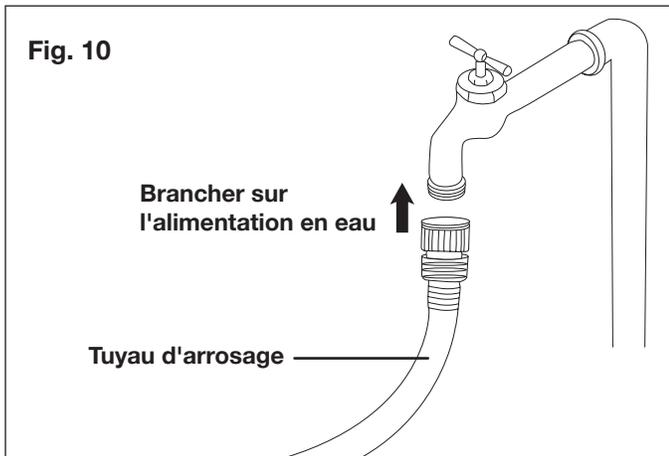

Fig. 10
10. Branchez le tuyau d'arrosage sur l'alimentation en eau (Fig. 10).